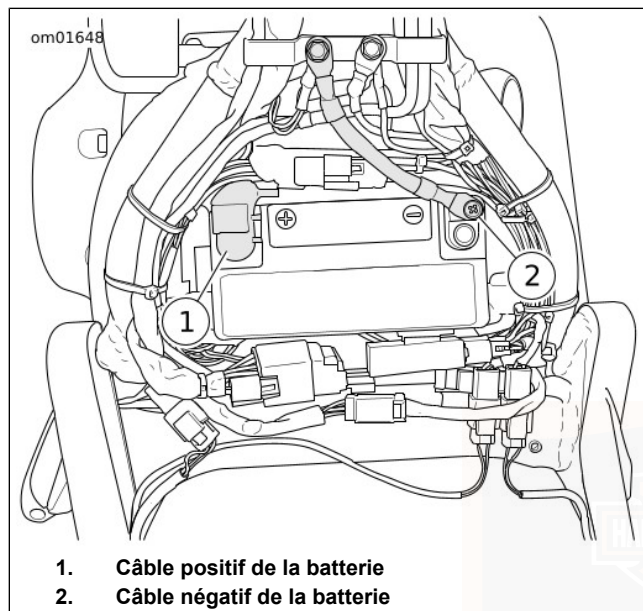

Figure 55. Batterie
3. Voir Figure 55. Desserrer le boulon et retirer le câble négatif (noir) (2) de la batterie de la borne négative de la batterie.
4. Desserrer le boulon et retirer le câble positif (rouge) (1) de la batterie de la borne positive de la batterie.
1. Voir Figure 55. Insérer la batterie complètement chargée dans son boîtier situé dans le logement du réservoir d'huile de manière à ce que les bornes soient dirigées vers l'avant.
2. Installer le câble positif de la batterie (rouge) (2) à la borne positive.
4. Installer le câble négatif (noir) (1) de la batterie à la borne négative.